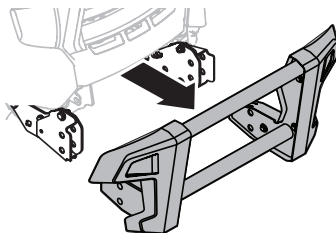

Figura 58
2. Ahora ya se puede extraer el conjunto de protección del cepillo (Figura 58).